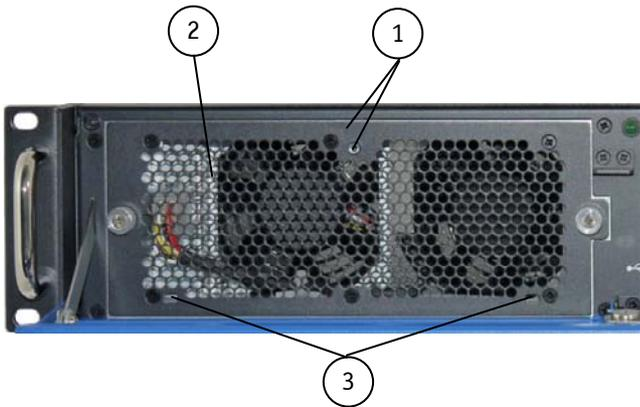

Abb. 45: Detail ohne Filtermattenhalter an der Frontseite
3. Ziehen Sie den Filtermattenhalter aus den Positionier-Löcher (Abb. 45, Pos. 3) in die Pfeilrichtung (siehe Abb. 44) und heben Sie ihn ab.
7. Stecken Sie den Filtermattenhalter zurück auf die Frontseite des Lüftereinschubs, indem Sie die Positionier-Laschen (Abb. 46, Pos. 6) in die Positionier-Löcher (Abb. 45, Pos. 3) einführen.
8. Schrauben Sie den Filtermattenhalter mittels der Rändelschraube (Abb. 46, Pos. 5) und des Bolzens mit Gewindebohrung (Abb. 45, Pos. 1) an den Lüftereinschub fest.
Legende für Abb. 45 und Abb. 46: